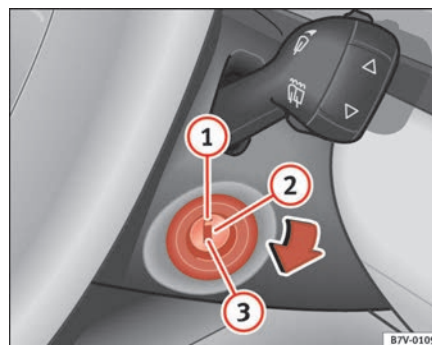

Abb. 126 Stellungen des Zündschlüssels
In der Stellung \Rightarrow Abb. 126 ① ist die Zündung ausgeschaltet und die Lenkung kann gesperrt werden.
- Drehen Sie den Zündschlüssel in Stellung ⇒ Seite 166, Abb. 126  zum Anlassen des Motors.
- Drehen Sie den Zündschlüssel in Stellung \Rightarrow Seite 166, Abb. 126 ②. Die Kontrollleuchte ∞ leuchtet, solange vorgeglüht wird.
- Wenn die Kontrollleuchte ausgeht, drehen Sie den Zündschlüssel in Stellung ③ zum Anlassen des Motors - geben Sie kein Gas.
- Drehen Sie den Zündschlüssel in Stellung ⇒ Seite 166, Abb. 126 ①.